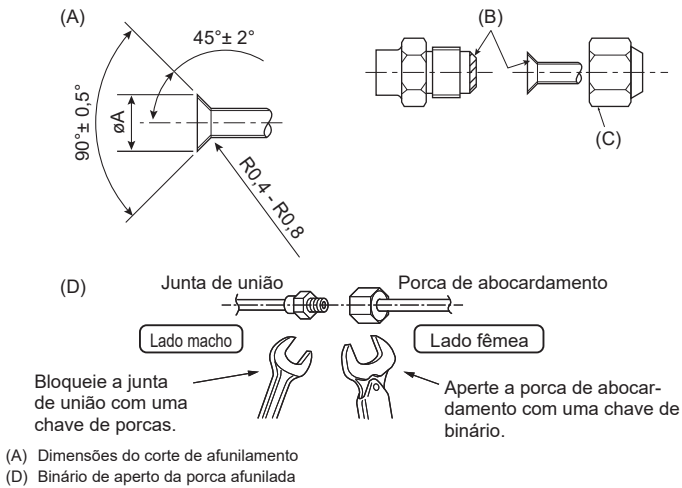

Fig. 4-1
(A) (Fig. 4-1)
(D) (Fig. 4-1)
4.2. Tubos de ligação (Fig. 4-1)
- Aplique uma fina camada de óleo refrigerante ao tubo e à superfície de costura da junta antes de apertar a porca do tubo. (A)
- Aperte os tubos de ligação com 2 chaves. (D)
- Aplique óleo de máquina refrigerante em toda a superfície de encaixe de afunilamento. (B)
- Utilize as porcas afuniladas para o tamanho de tubo que se segue. (C)